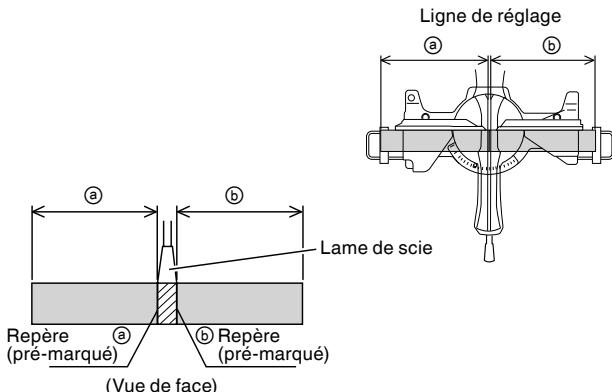

Fig. 25
- (1) Comme indiqué à la Fig. 25, la largeur de la lame est la largeur de coupe. En conséquence, glisser la pièce vers la droite (vue de la position de l'opérateur) pour obtenir la longueur (b), et sur la gauche pour obtenir la longueur (a). Si le marqueur laser est utilisé, aligner la ligne laser sur le côté gauche de la lame de scie, puis aligner la ligne tracée à l'encre sur la ligne laser.
- (2) Quand la lame a atteint sa vitesse maximale, abaisser doucement la poignée jusqu'à ce que la lame approche de la pièce.
- (3) Quand la lame touche la pièce, appuyer progressivement sur la poignée pour couper la pièce.
- (4) Quand la pièce est coupée à la longueur voulue, mettre l'outil électrique hors tension et attendre que la lame soit complètement arrêtée avant de relever la poignée en position complètement rentrée.